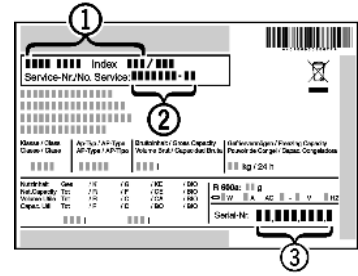

Fig. 14
- ▶ A készülék megnevezését *Fig. 14 (1)*, a szerviz- *Fig. 14 (2)* és sorozatszámot *Fig. 14 (3)* a típustábláról olvassa le. A típustábla a készülék belsejében baloldalon található.
- ▶ Értesítse a vevőszolgálatot a hibáról, és adja meg nekik a készülék megnevezését *Fig. 14 (1)*, a szerviz- *Fig. 14 (2)* és a sorozatszámot *Fig. 14 (3)*.